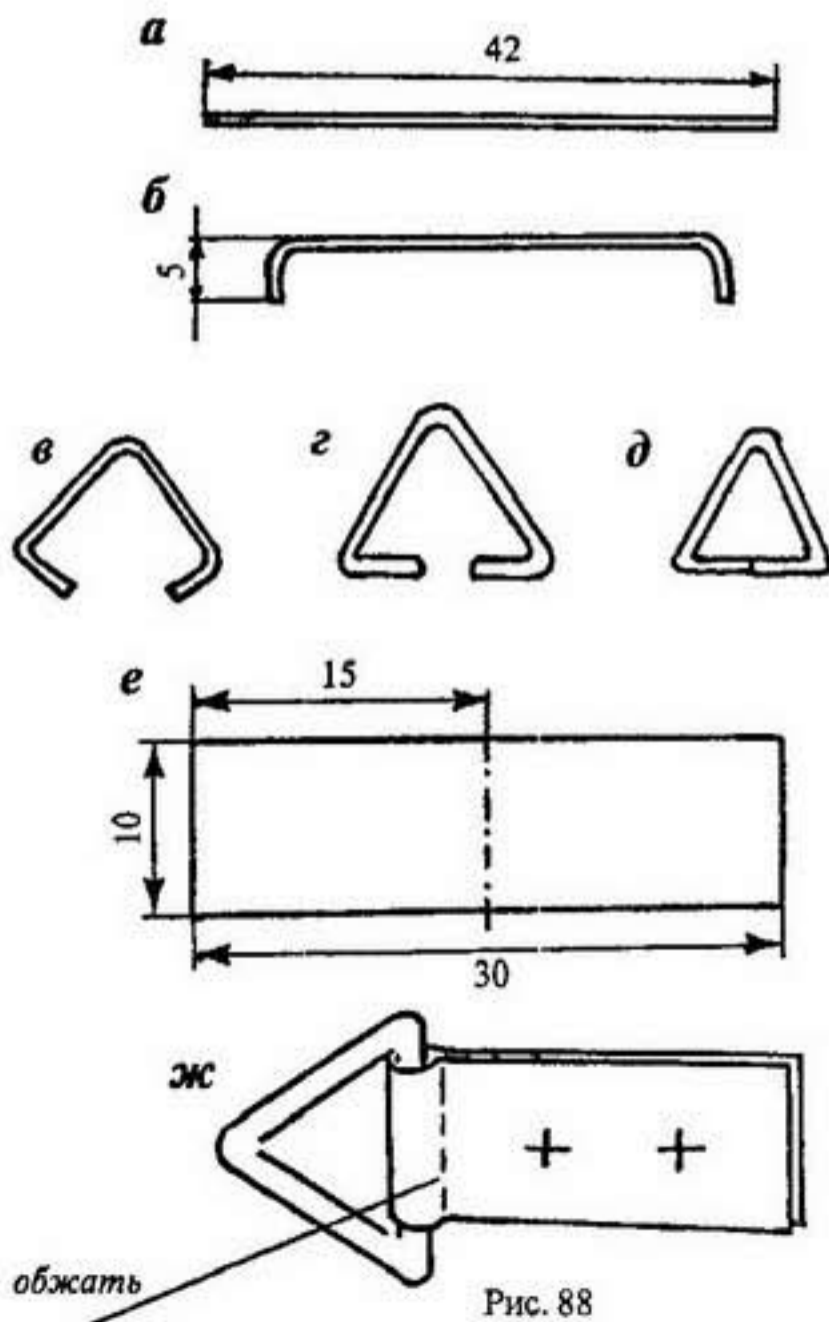

Рис. 88
1. Откусите кусачками, предварительно выпрямив скрепку, заготовку проволоки длиной 42 мм (рис. 88, а).
2. Загните с помощью плоскогубцев концы заготовки под прямым углом по 5 мм (рис. 88, б).
3. Согните заготовку посередине, применяя также плоскогубцы (рис. 88, в).
4. Пальцами или плоскогубцами подогните концы заготовки до угла в  $60^\circ$  (рис. 88, г).
5. Согните заготовку так, чтобы концы сошлись (рис. 88, д).
6. Из банки разметьте и вырежьте заготовку — пластину тонкого листового металла (рис. 88, е) — и наметьте линию сгиба.
7. Просуньте пластину в проволочную петлю, согните по линии сгиба и обожмите плоскогубцами (рис. 88, ж).
8. Разметьте отверстия и проколите их шилом (рис. 88, з).